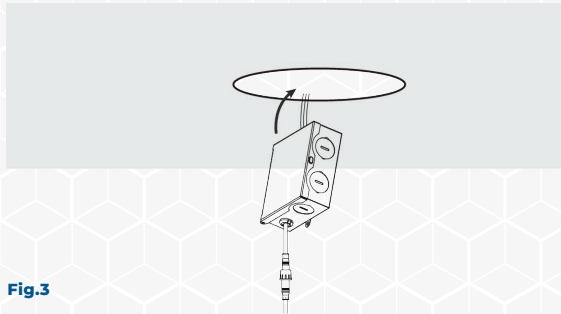
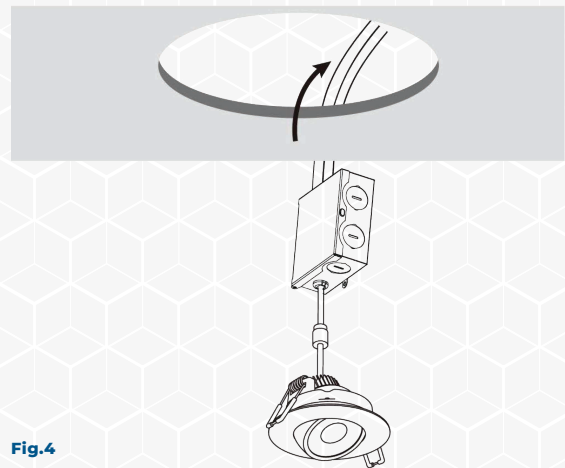

Fig.3
Fig.4
1. Connectez le luminaire au boîtier de câblage en insérant et en pliant les connecteurs mâle/femelle. (voir Fig.3 et Fig. 4)